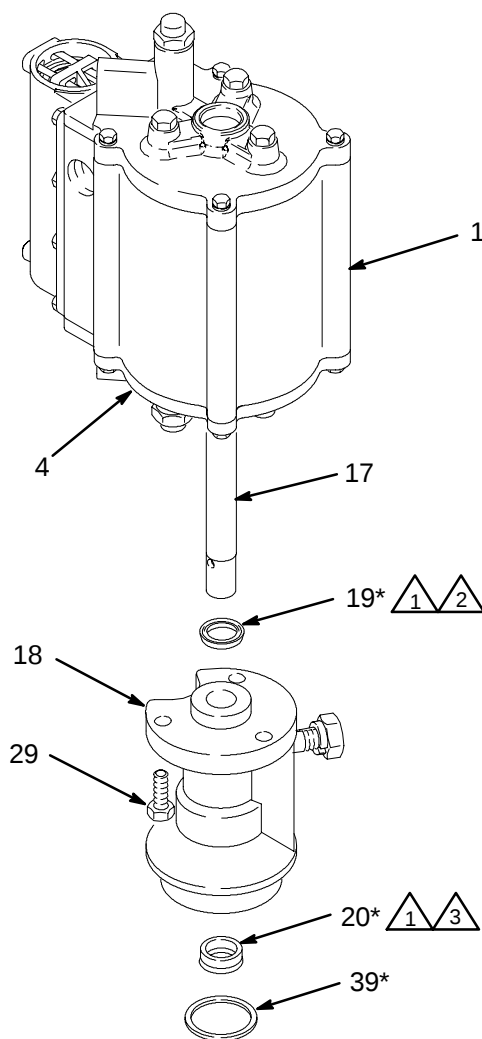

Fig. 10
1. Desconecte el motor neumático (1) de la base de bomba, tal como se explica en la página 15.
2. Saque los tres tornillos (29) que sujetan el alojamiento de salida (18) a la tapa inferior del cilindro (4). Saque el alojamiento de la tapa, teniendo cuidado de no dañar la varilla del pistón (17). Vea la Fig. 10.
3. Saque la empaquetadura de la copela en U de la tapa (4).
4. Saque la junta de cobre (39) y la empaquetadura de la copela en U (20\*) del alojamiento de salida (18).
1. Lubrique la empaquetadura de la copela en U (19\*) y colóquela en la tapa inferior del cilindro (4), con los bordes dirigidos hacia el motor neumático (1). Vea la Fig. 10.
2. Engrase e instale la empaquetadura de la copela en U (20\*) y la junta de cobre (39\*) en el alojamiento de salida (18). Los bordes de la copela en U deben quedar dirigidos hacia abajo, hacia la bomba.
3. Instale el alojamiento (18) en la tapa (4).
4. Vuelva a conectar el motor neumático (1) en la base de bomba tal como se explica en la página 15.
-  2 Bordes dirigidos hacia arriba, hacia el motor neumático (1).